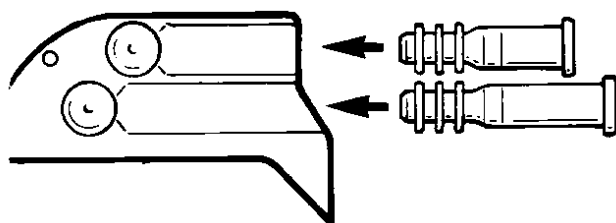

Figure 1. Insertion des manchons courts et longs dans le connecteur du générateur d'impulsions.
2. Insérer le manchon de calibrage court (transparent) dans le port supérieur du connecteur du générateur d'impulsions. Insérer le manchon long (blanc opaque) dans le port inférieur (voir Figure 1). Si nécessaire, utiliser de l'eau stérilisée comme lubrifiant d'insertion.